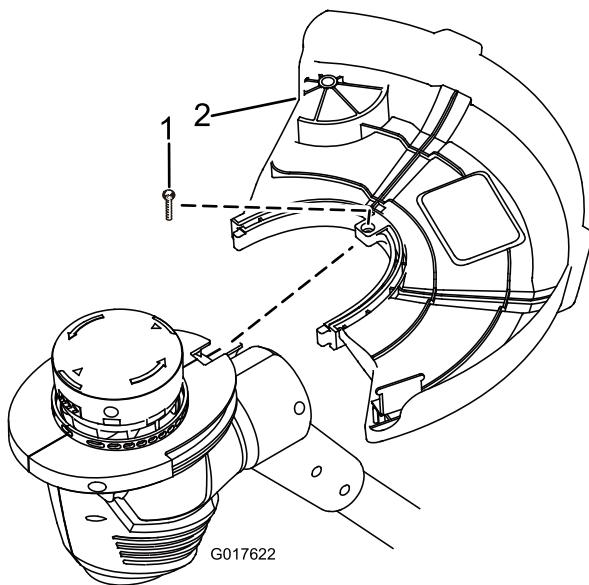

Figura 6
- Retire el tornillo de cabeza Phillips sujetado con cinta al protector (Figura 6).
- Deslice el protector sobre la base de la desbrozadora, según se muestra en Figura 6.